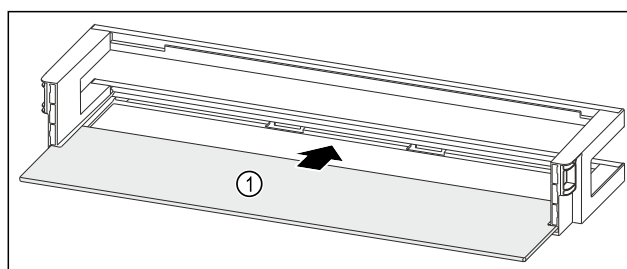

Fig. 133 Dveřní přihrádka s odkládací plochou
- Odkládací plochu Fig. 133 (1) zasuněte do bočních vybrání.